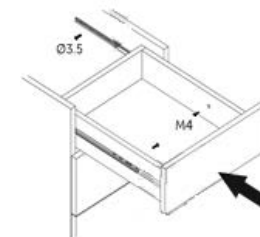

Рис.5
7. Установить ящики в тумбу. Вытянув подвижную часть направляющей, вставить ее в пазы на боковых стенках ящика и зафиксировать с помощью винта 4x12 через просверленное отверстие(Рис.5).